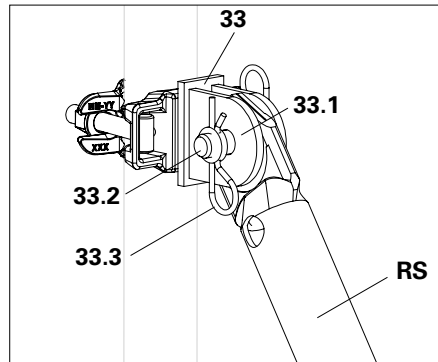

Fig. A8.03
Connecter l'étau tirant-poussant (RS) et les cosses de connexion (33.1) avec des boulons (33.2) et des goupilles de sécurité (33.3). (Fig. A8.03)